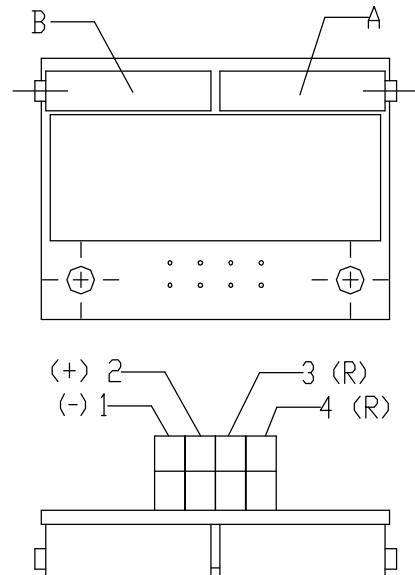

Рис.6
##### 4.3.1 EPV - 2-проводниковое включение (рис.6)
- Установите датчик сопротивления на основании инструкций в предыдущей главе так, что величину сопротивления измеряйте на клеммах R-R (рис.6). (употреблен датчик с сопротивлением 100 $\Omega$ ).
- Поворачиванием устанавливающего триммера А (рис.6) установите величину выходного сигнала тока, измеряемого на клеммах 81-82, на величину 4 мА.
- Поворачиванием устанавливающего триммера В (рис.6) установите величину выходного сигнала тока, измеряемого на клеммах 81-82, на величину 20 мА.